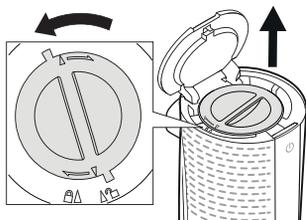

fig. 2
- Ouvrir le couvercle en appuyant sur le bouton d'ouverture du couvercle (B).
- Tourner le couvercle du filtre dans le sens inverse des aiguilles d'une montre jusqu'à ce que le repère sur le couvercle coïncide avec le symbole  (fig.2).